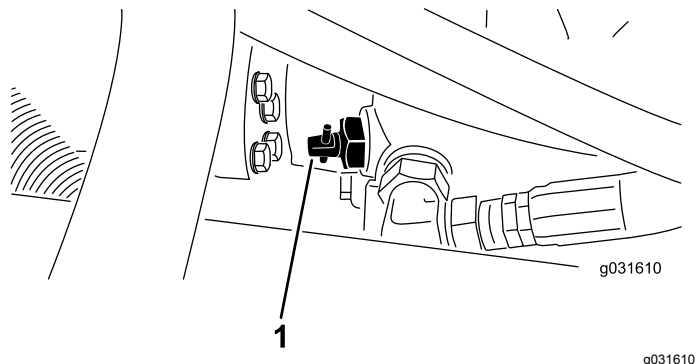

図 28
1. 油圧ポンプについているバイパスバルブを90°回転させる 図 28。